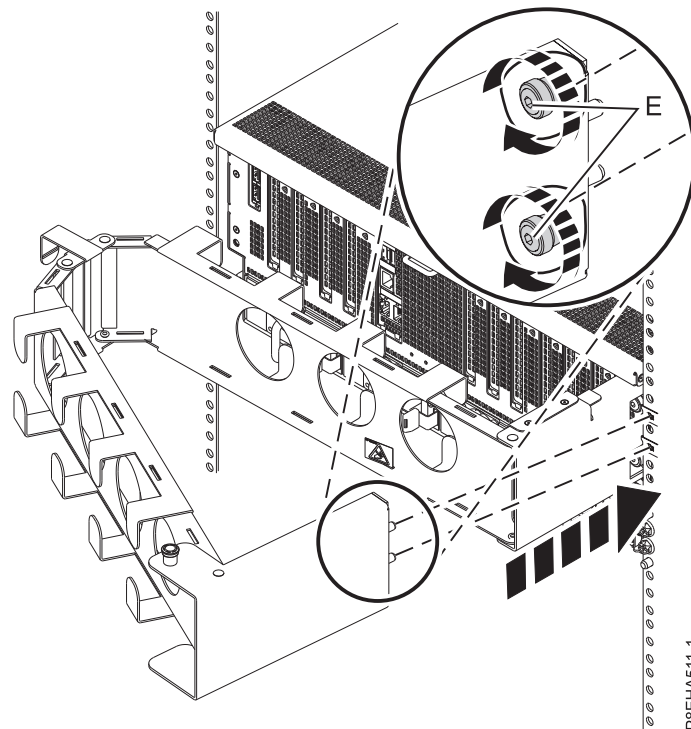

Abbildung 19. Außenplatte an den Schienen befestigen
3. Befestigen Sie die Außenplatte mithilfe von zwei Senkschrauben (E) an den Schienen, wie in Abb. 19 gezeigt.